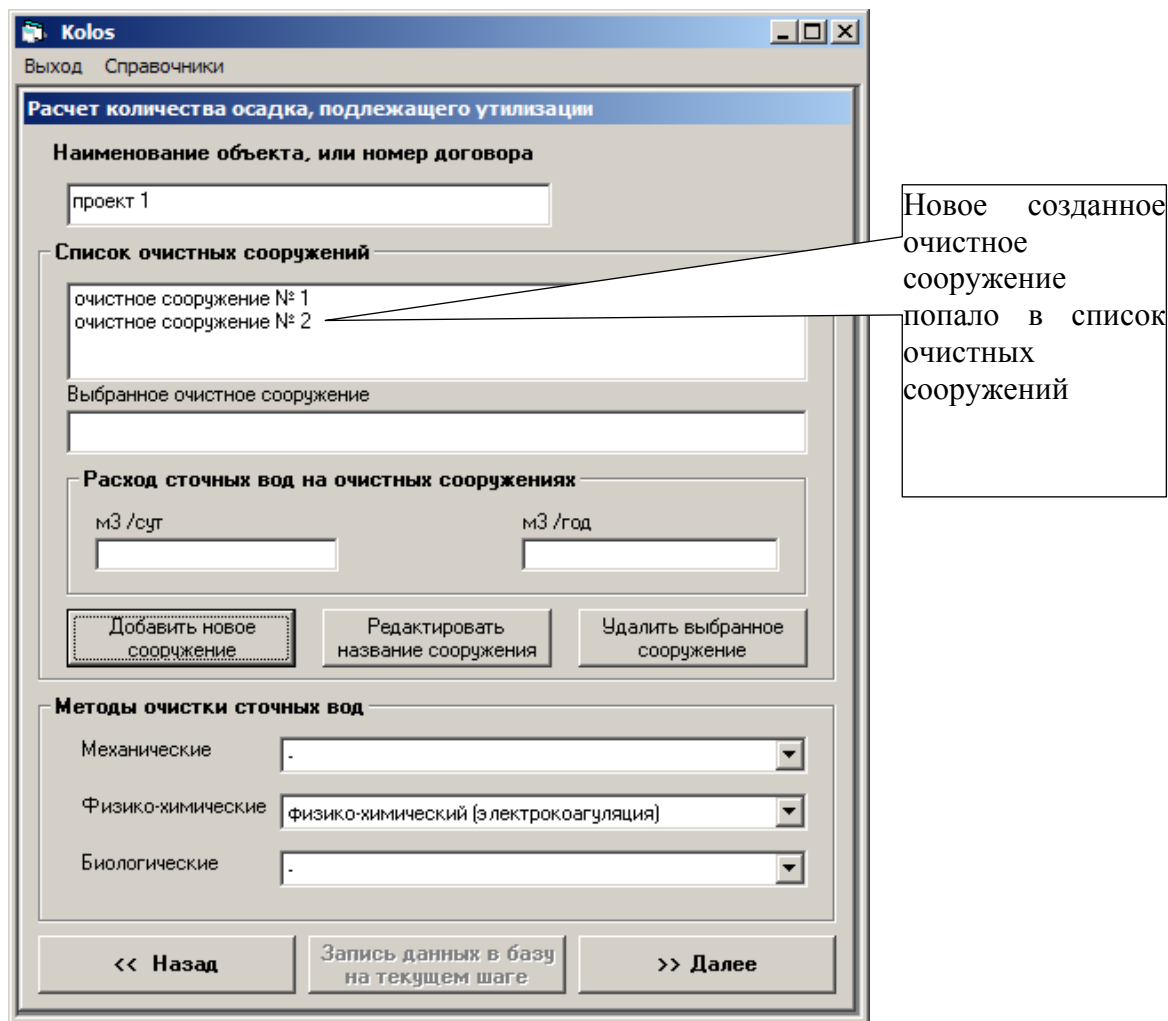

Рис. 4. Новое очистное сооружение
- задать его имя в поле, с заголовком "Выбранное очистное сооружение" (Рисунок 4);